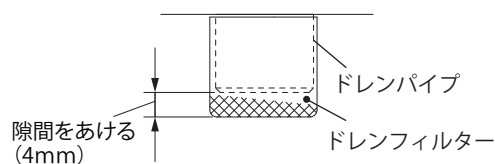

図 9
- ・ドレンフィルターをパイプに差し込む際、パイプとドレンフィルター底面に隙間（約 4mm）をあけてください。（図 9）